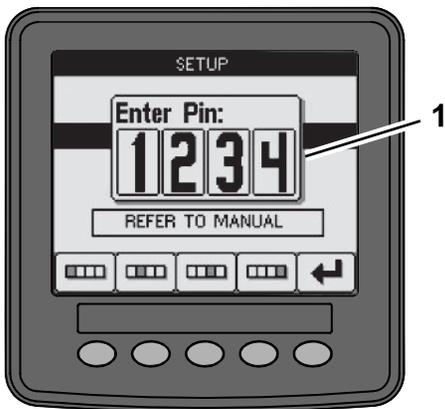

図 15
1. セットアップモードで、任意のキーを押して画面下部にメニューが表示させる 図 15。